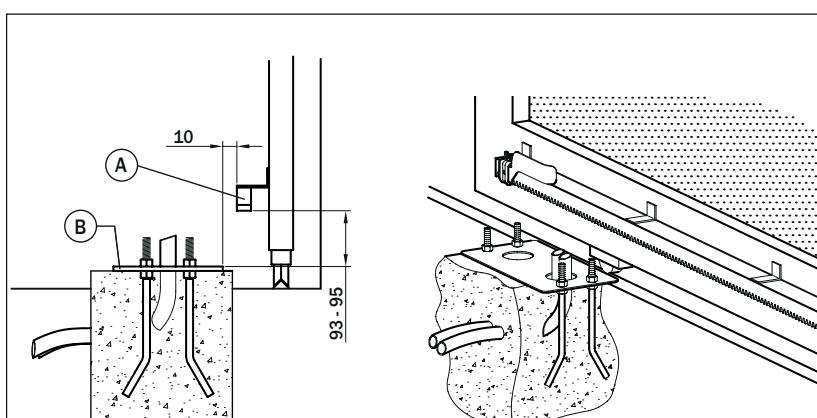

Fig. 1
- Die Ankerbolzen in die 4 Löcher der Fundamentplatte einfügen und sie mit den 4 Muttern blockieren, wie in Abbildung 1 gezeigt.
- Introduire les tirants dans les 4 trous de la plaque de fondation et les bloquer avec les 4 écrous, comme indiqué dans la figure 1.
- Svitare le viti del coperchio e toglierlo sfilandolo verso l'alto, come indicato in fig. 1.
- Dévisser les vis du couvercle et le retirer en tirant vers le haut, comme indiqué dans la fig. 1. Vérifier que les six pieds de réglage ne dépassent pas de la base du moteur réducteur.
- Undo the screws of the cover and remove the lid by lifting up as shown in fig. 1.